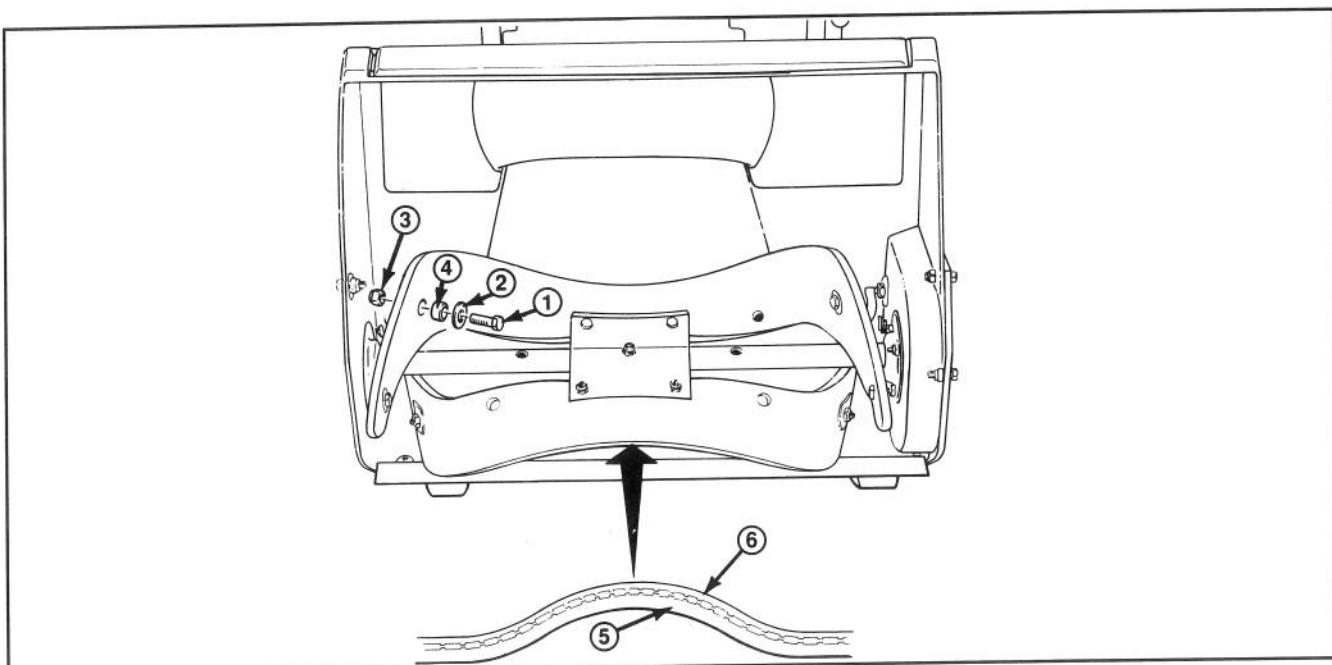

Figure 19
1. DÉMONTAGE DE LA LAME (Fig. 19)—Retirez les 6 écrous de 7/16" (11,1 mm), les 4 rondelles, et les 6 écrous de blocage fixant la lame à l'ensemble d'arbre de rotor.
2. Faites glisser la lame pour la dégager des plaques d'acier et appuyez sur les 6 bagues pour les faire sortir des trous de la lame (Fig. 19).
3. MONTAGE DE LA NOUVELLE LAME—Les lames du rotor sont en caoutchouc laminé. Examinez le rebord de la lame pour vérifier la différence d'épaisseur des couches (Fig. 19).